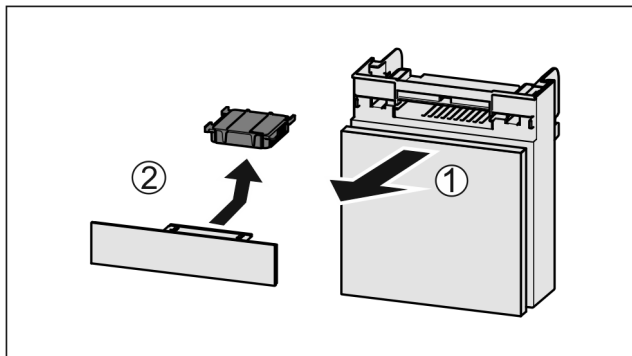

Fig. 50
- ▶ Pretinac izvucite Fig. 50 (1) prema naprijed.
- ▶ Izvadite filter s aktivnim ugljenom Fig. 50 (2).